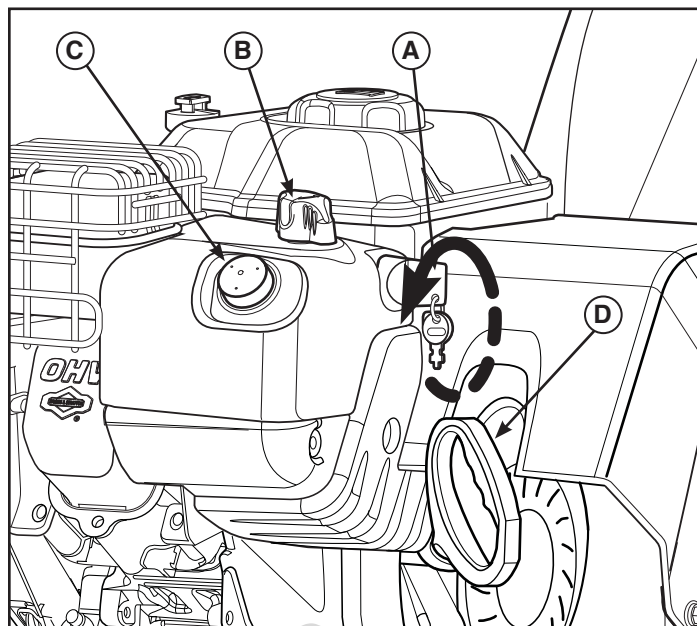

Figure 5
3. Insérez la clé de contact MARCHE/ARRÊT (A, Figure 5) et tournez-la sur la position MARCHE ou insérez la clé à tirette si la machine en est équipée.
4. Tournez le bouton de starter (B) complètement dans le sens des aiguilles d'une montre si le moteur est froid.
6. **Démarrage rembobinage :** Tenir fermement la manette du cordon de démarreur (D, Figure 5). Tirer la manette de cordon de démarreur lentement jusqu'à ce qu'une résistance se produise, puis tirer rapidement.